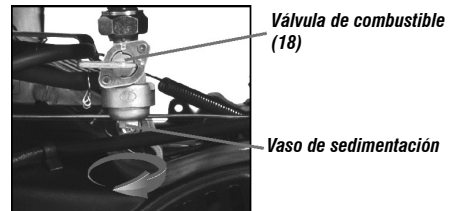

Fig. 23 – Retirando vaso de sedimentación
c. Con auxilio de una llave, retire el vaso de sedimentación (fig. 23);